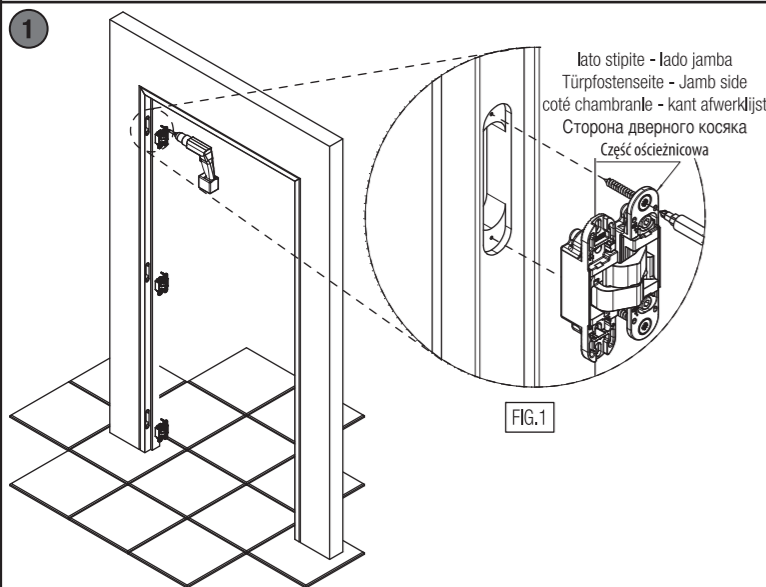

FIG.1
* Alloggiare le cerniere nelle rispettive fresate sullo stipite e fissarle con le viti (fig.1).
* Alojjar las bisagras en los mecanizados de la jamba y fijarlas con los tornillos en dotación (fig. 1).
* Die Scharniere in die jeweiligen Fräsungen der Zarge einsetzen und sie mit den vorgesehenen Schrauben festziehen (Abb. 1).
* Insérer les charnières dans les fraisages réalisés sur le montant de la porte et les fixer avec les vis prévues (fig. 1).
* Monteer de deur in het kozijn met 3 scharnieren. Bevestig de scharnieren met passende schroeven (fig. 1).
* Поместить петли в соответствующие пазы в дверной коробке, зафиксировать предназначенными шурупами (рис. 1).
* Zamontować skrzydło z zawiasami w wyfrezowanych gniazdach w ościeżnicy i przykręcić za pomocą odpowiednich wkrętów (rys.1).